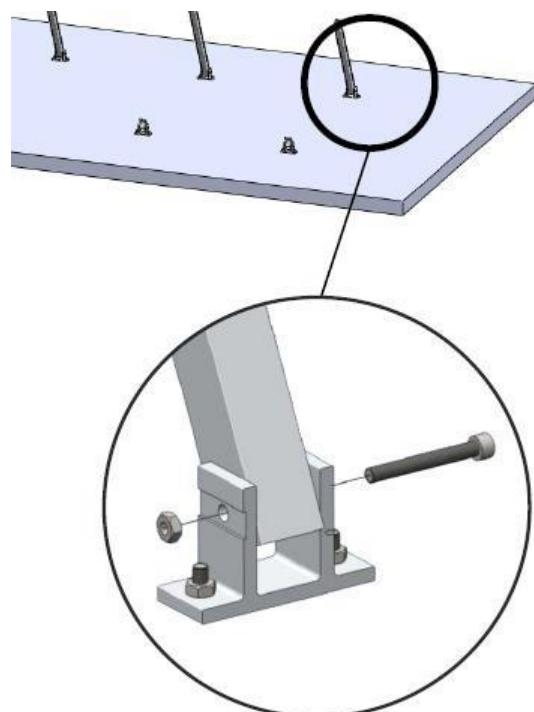

Рисунок 4.5 – Регулировка задней стойки.
**Шаг 6.** Отрегулируйте заднюю стойку, ослабив болтовое соединение и установив угол наклона согласно таблице 3 (рисунок 4.5).